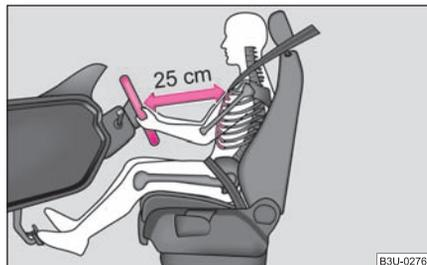

Fig. 4 La distance correcte
- Ajustez le volant de façon que l'écart entre le volant et le buste soit de 25 cm au moins ⇒ fig. 4. Les airbags ne peuvent pas vous protéger si vous en êtes plus près - danger mortel!